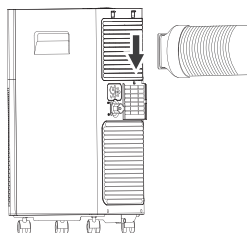

Рис. 5
- Установите собранный воздухопроводный шланг в воздуховыпускную решетку прибора путем движения сверху-вниз (см. указание стрелки) (Рис. 5).